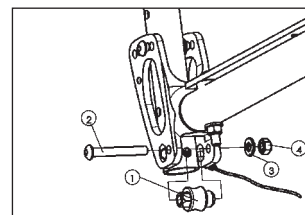

Figura 3
4. Establezca el mecanismo de plegado. Para ello, afloje ligeramente las tuercas de la leva (Figura 3). Establezca la leva (componente 1) de manera que el mecanismo de plegado encaje perfectamente en su lugar sin hacer juego (de ser necesario, utilice una llave de tuercas de extremo abierto de 10 mm). Luego mantenga la leva en posición y ajuste las tuercas (a 5 Nm).